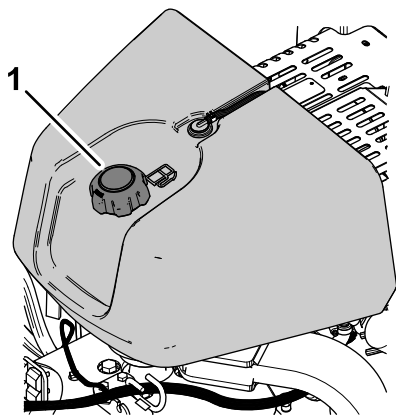

図 30
2. 燃料キャップの周囲をきれいに拭いてキャップを外す 図 30。